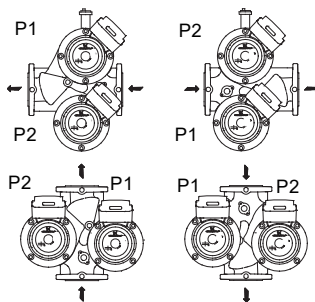

Рис. 5 Напрямки потоку, здвоєні насоси
Здвоєні насоси, що встановлюються у горизонтальних трубопроводах, повинні бути обладнані автоматичним повітровипускним клапаном у верхній частині корпусу насоса. Див. рис. 5.
- Рисунок 5: Резервний режим роботи, де насос 2 діє як основний насос, а насос 1 - як резервний насос.